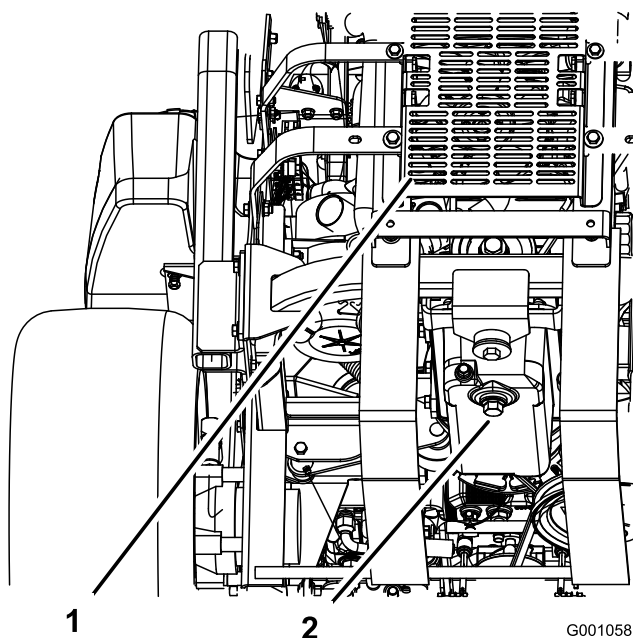

Figure 43
5. Placez un bac de vidange sous l'orifice de vidange. Retirez le bouchon de vidange et laissez s'écouler toute l'huile (Figure 43).